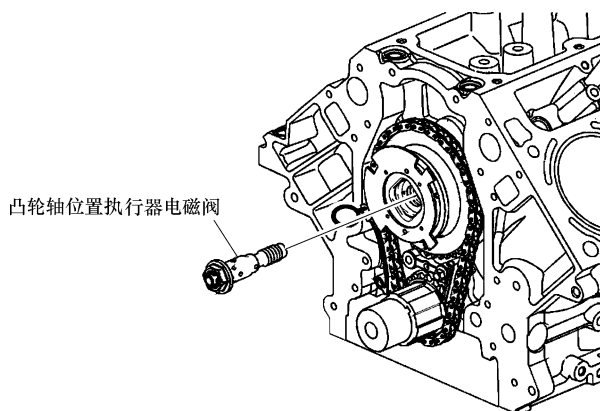

图 20-20 安装新的凸轮轴位置执行器电磁阀
11) 安装新的凸轮轴位置执行器电磁阀, 如图 20-20 所示。